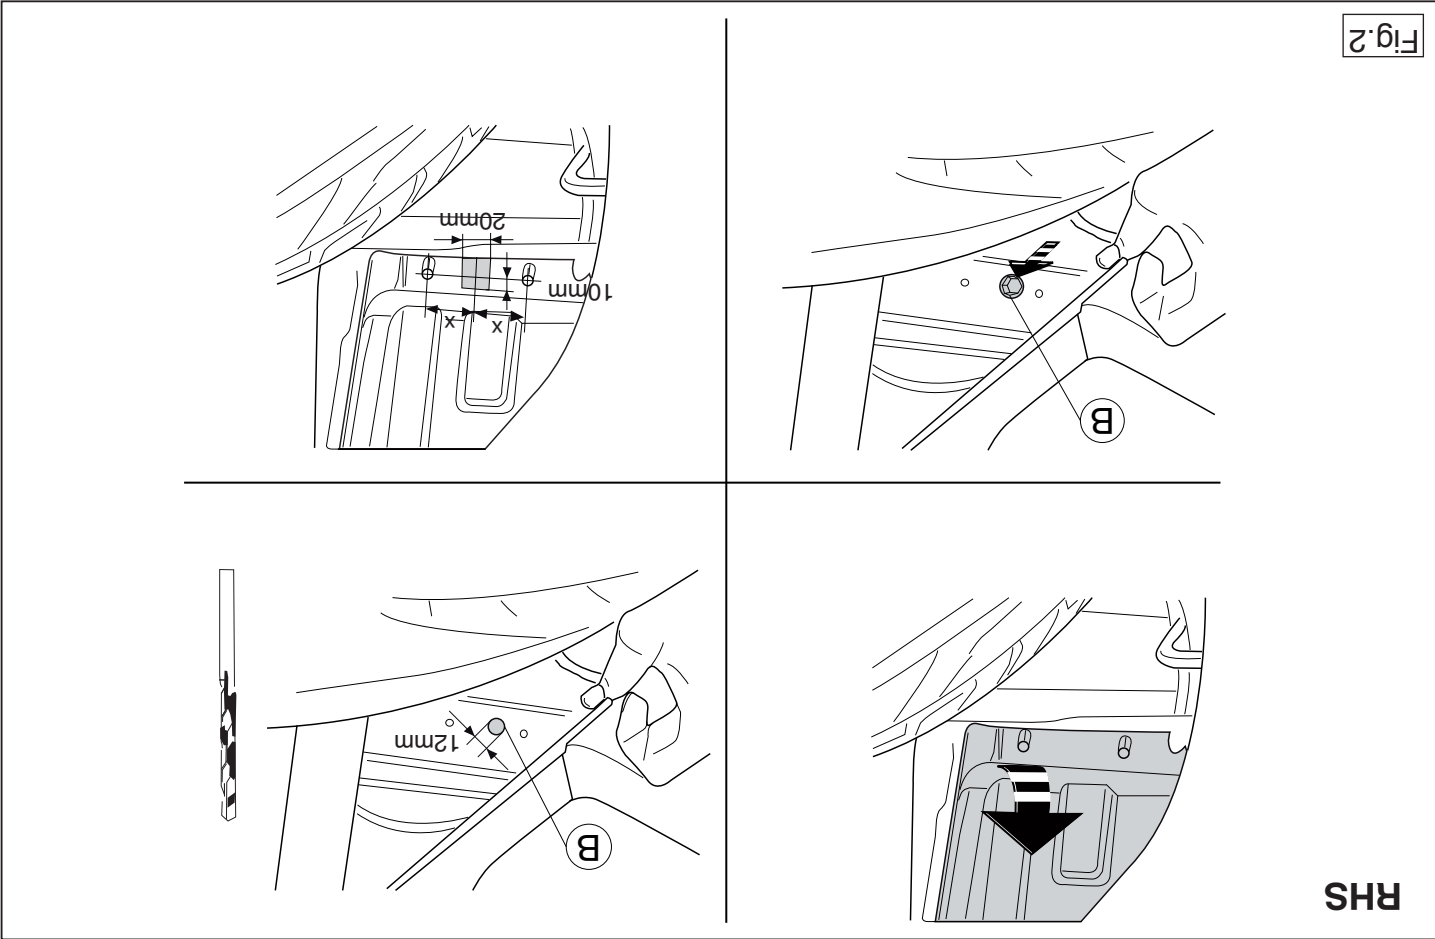

Fig.2
14. Saw out the indicated section in accordance with figure 2.
4. Die Schmutzfänger im Radschutzkasten an zwei Seiten lösen, um einen besseren Zugang zu bekommen. Siehe Abbildung 2.
5. Die Löcher B auf 12 mm vergrößern. Siehe Abbildung 2 und 2a. Alle Bohrspäne entfernen und ein Rostschutzmittel anbringen.
14. Gemäß Abb. 2 das angegebene Teil herausschneiden.
14. Выпилить обозначенную часть, как указано на рис. 2.
4. Détacher des deux côtés les pare-boue des ailes pour un meilleur accès. Voir la figure 2.